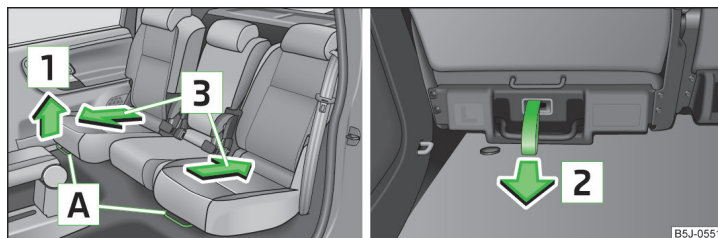

Fig. 54 Deblocarea față / spate
- ▶ Trageți maneta **A** » **fig. 54** în sus în sensul săgeții **1** sau curelușa de deblocare în sensul săgeții **2** și deplasați scaunul în poziția dorită, în sensul săgeții **3**.